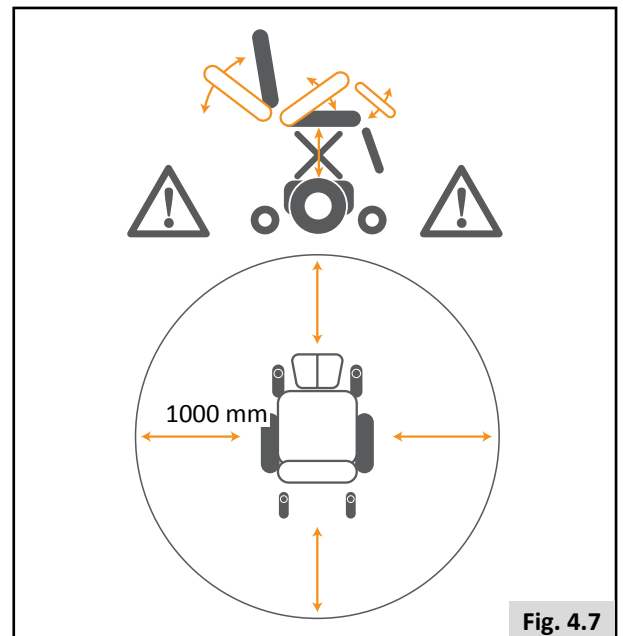

Fig. 4.7
- Zoals bij alle bewegende delen: let op dat uw vingers niet beklemd raken, (Fig. 4.7).